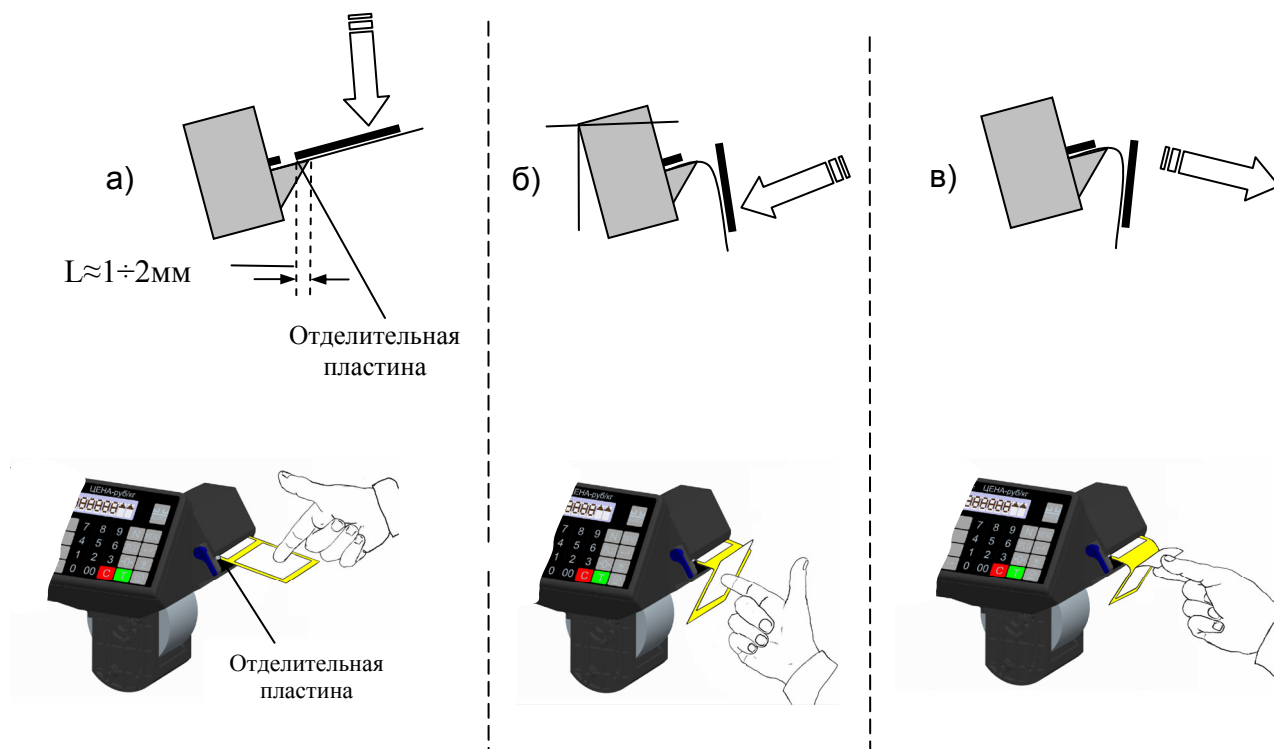

Рис. 7. Отделение этикетки
• После печати этикетка выйдет из принтера и остановится над отделительной пластиной (Рис. 7а);
• Легким нажатием указательного пальца отклонить этикетку вниз вместе с лентой (Рис. 7б).
• Снять этикетку с ленты, удерживая ее за верхний край большим и указательным пальцами (Рис. 7в).
3 Если край этикетки не отделяется при нажатии или отделяемый край слишком мал, то необходимо откорректировать место остановки этикетки. Рекомендованное место остановки, когда край этикетки не доходит до конца отделительной пластины на $1 \div 2$ мм (см. Рис. 7а). Порядок изменения места остановки этикетки описан в разделе 2.4.2.3. Первая этикетка после включения питания весов или после заправки рулона является контрольной и при печати выходит из принтера пустой.
Удобное отделение этикетки обеспечивается, когда расстояние L между концом этикетки и краем отделительной пластины после распечатки составляет 1÷2 мм (Рис. 7 а). Изменение L достигается кнопками  и , при этом, на печатающем устройстве, заметно перемещение этикетки.